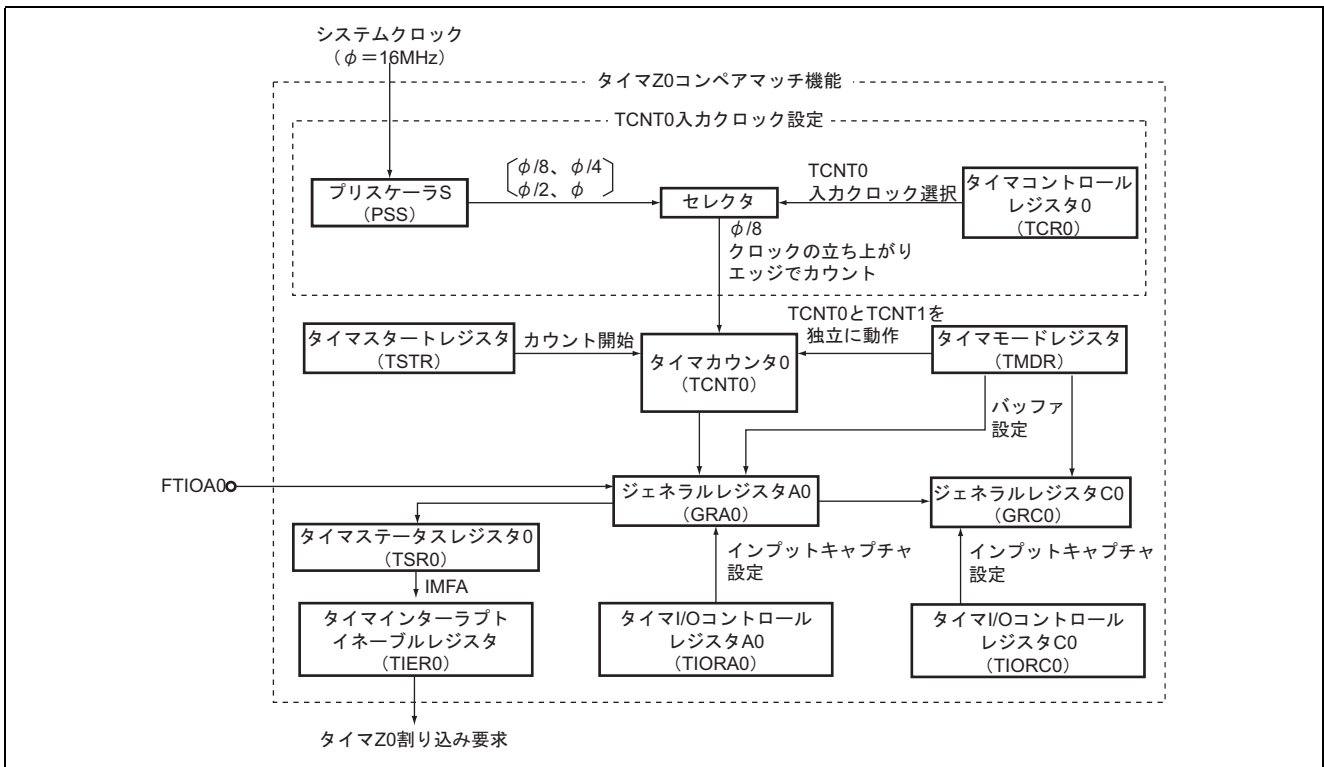

図 2.1 タイマ Z0 のブロック図
1. 本タスク例では、タイマ Z インพุットキャプチャ機能のバッファ動作を使用して、インพุットキャプチャ入力端子 A0 (FTIOA0) に入力されたパルスの High 幅と Low 幅を測定します。インพุットキャプチャ機能のブロック図を図 2.1 に示します。以下にタイマ Z インพุットキャプチャ機能のブロック図について説明します。